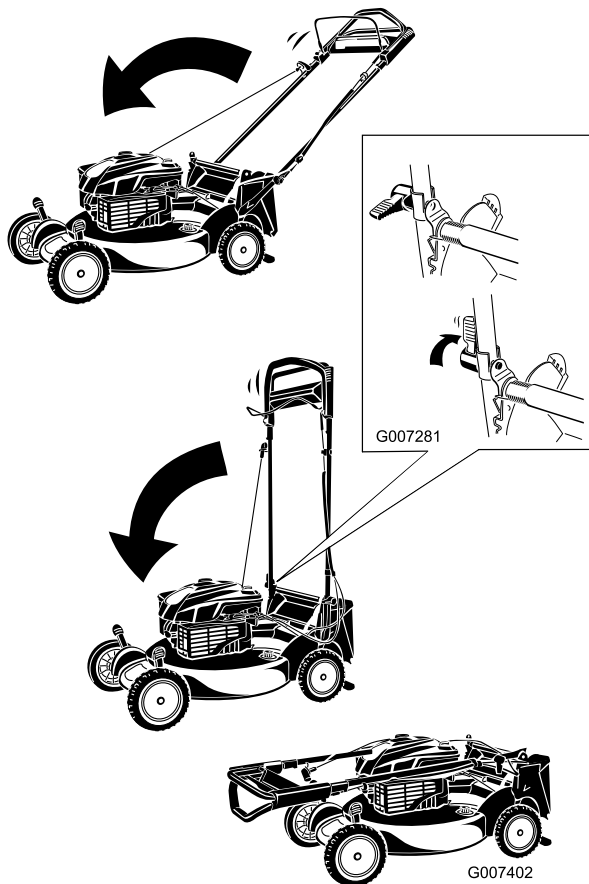

Figura 52
1. Doble el manillar hacia adelante (Figura 52).